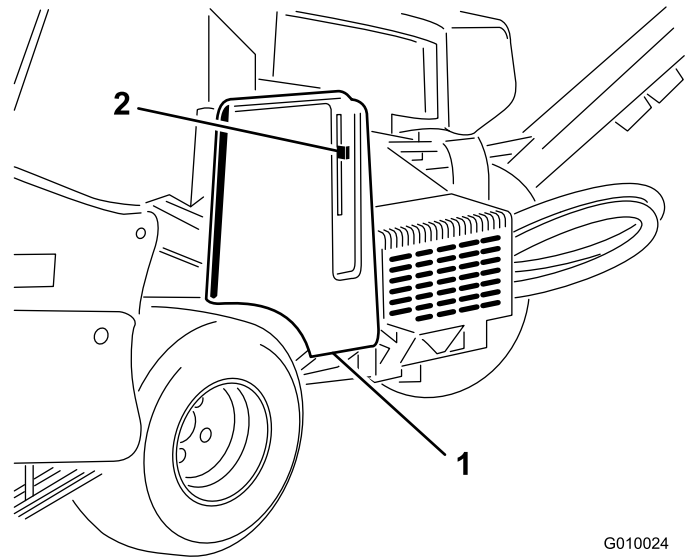
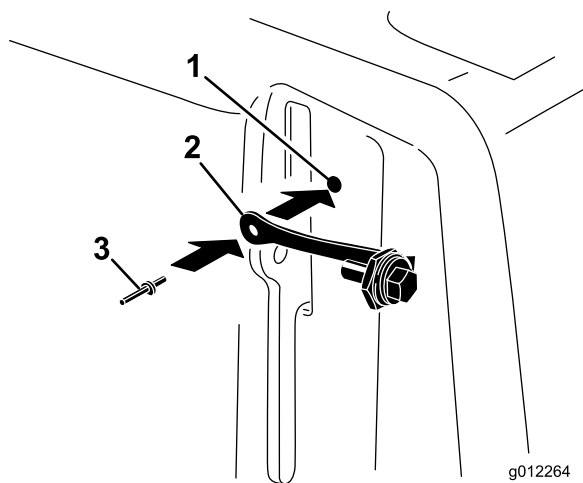

図 6
図 7
1. ラッチカバーの隣にあるベルトカバーの穴を探す 図 6 および 図 7。
2. ベルトカバーの穴を使って、ポップリベットのついたストラップを取り付ける 図 7。